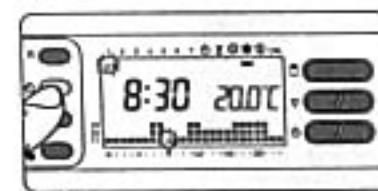

Fig. 20
3.6 - Premere il pulsante  $\ominus$  (fig. 20).